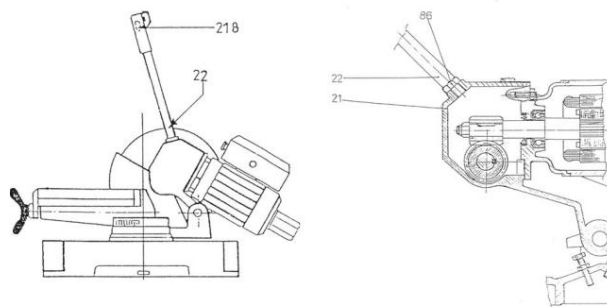

Fig. 10: Montaje de la palanca de control
Paso 1: Utilice el brazo de palanca incluido [Fig. 10, 22] en la entalladura prevista en la carcasa [Fig. 10, 21] y asegure con la tuerca de unión [Fig. 10, 86].